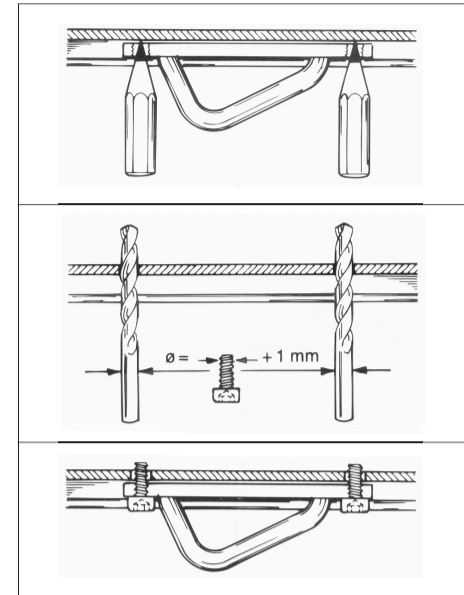

Fig. 3
9. Montera bomtravaren permanent, se fig. 3.
9. Secure the boom-slider in its permanent position. See fig. 3.
9. Montieren Sie den Baumbeschlag endgültig. Siehe Abb. 3.